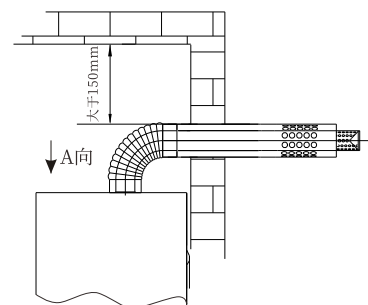

图3.6a
- (1) 同轴烟道的安装要严格按照CJJ12-2013及其它相关标准操作，烟道出口位置与周围建筑物开口的距离选择也要符合其标准要求，如图3.6a所示。
- (2) 为防止同轴烟道上的排气孔和进气孔被堵塞，应将同轴烟道伸出墙外。
- (3) 同轴烟道安装接触或穿过房屋墙壁的管道时，相对环境的表面温升应小于等于60K，当该温升超过60K时，应在同轴烟道通过易燃材料组成的墙体时；必须覆盖厚度在20mm以上的不燃耐高温材料围护，确保墙体表面温升小于等于60K。
- (4) 同轴烟道与其穿过的墙壁上的圆孔之间的间隙，不得用水泥类东西填充，请使用随机附件的烟道法兰密封，否则不利于维修操作。
- (5) 同轴烟道的外表面应与上面的建筑物相距45mm以上。
- (6) 若使用加长管，所有的接口处必须密封，不得使废气漏入室内。
- (7) 烟道口位置必须位于不会造成公害的地方。
- (8) 壁挂炉必须与同轴烟道连接且须导出室外（如3.6b），没有烟管，停止壁挂炉运行。